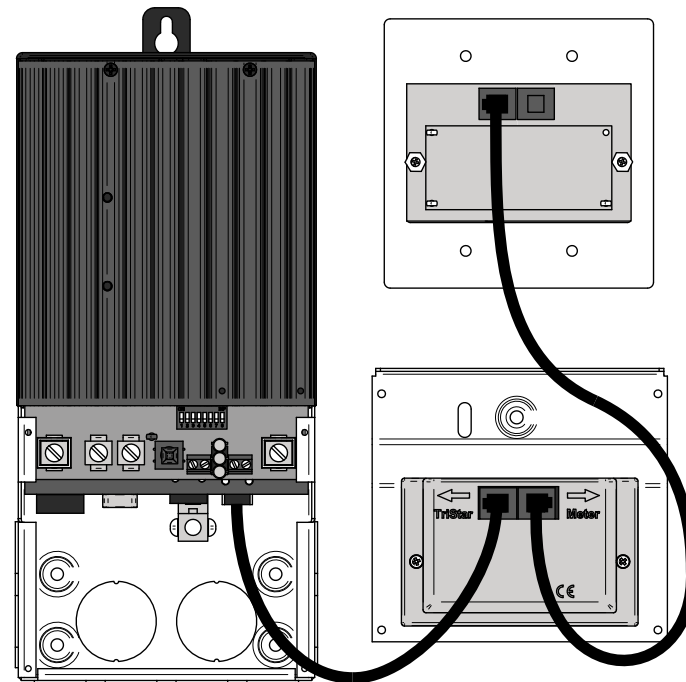

Figure 3-1. Branchements du compteur
2. Brancher l'autre extrémité du câble à la prise de gauche du compteur distant (lorsqu'on regarde l'arrière de celui-ci). Voir la figure 3.1 (à la partie 3.2).